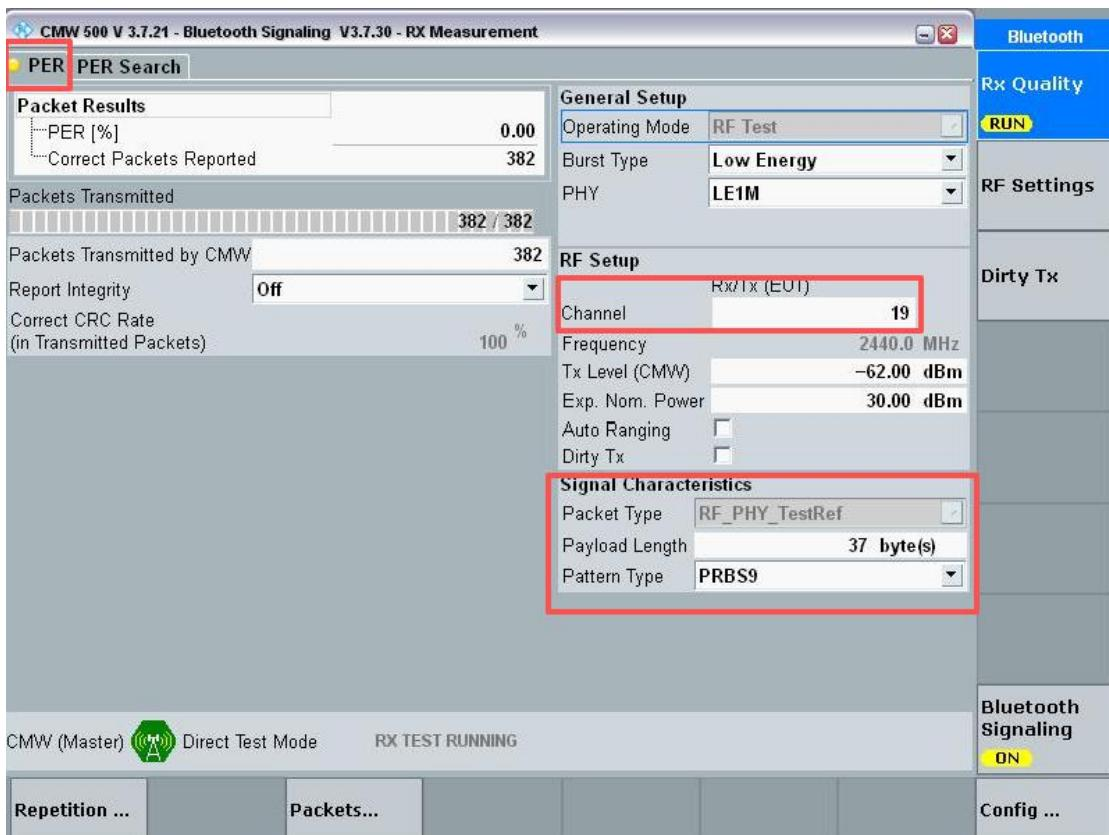

图 5-4
- 3) 选择左上方的【BER】/【PER】（BT 测试对应 BER，BLE 测试对应 PER）并设置好所需要测试的通道和包类包长等，点击【ON/OFF】打开 Rx Quality，BT RX 测试配置界面如错误!未找到引用源。, BLE RX 测试配置界面如图 5-4；